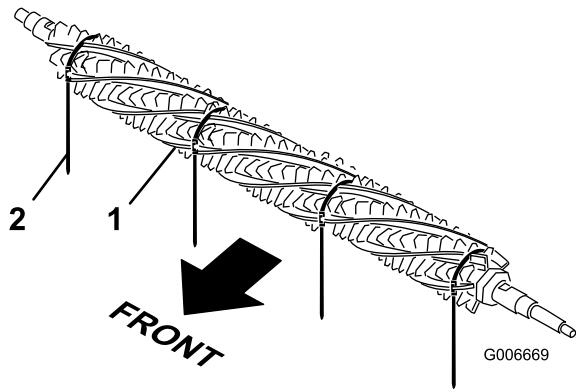

図 38
1. グルーマリールの一方の側から、ブラシを差し入れ、グルーマリールの各溝にブラシが入るようにセットする図38。